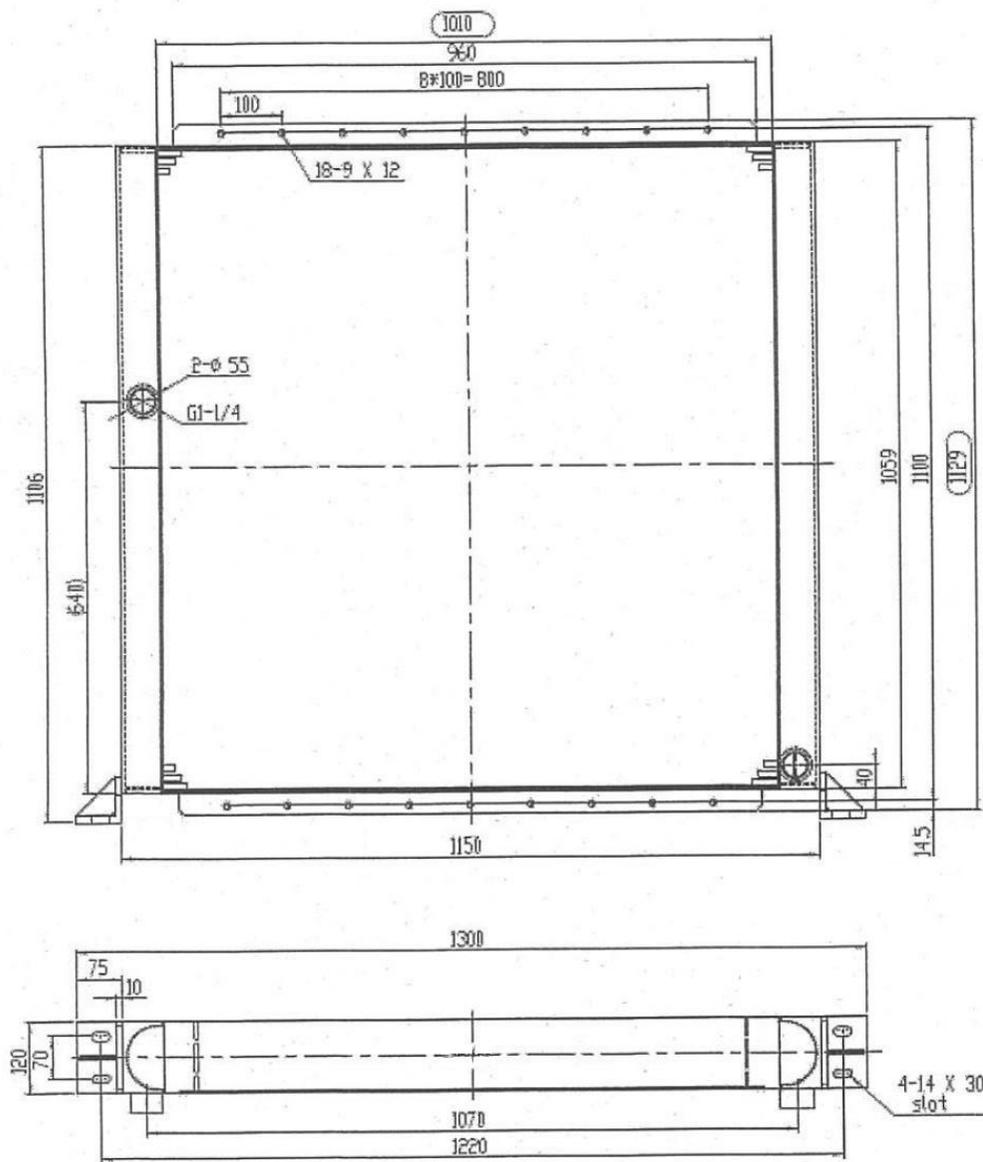

Рисунок 7. Охладитель.
4.1.4 Охладитель (рис. 7) односекционный, пластинчатого типа, изготовлен из алюминиевого сплава, служит для охлаждения масла.